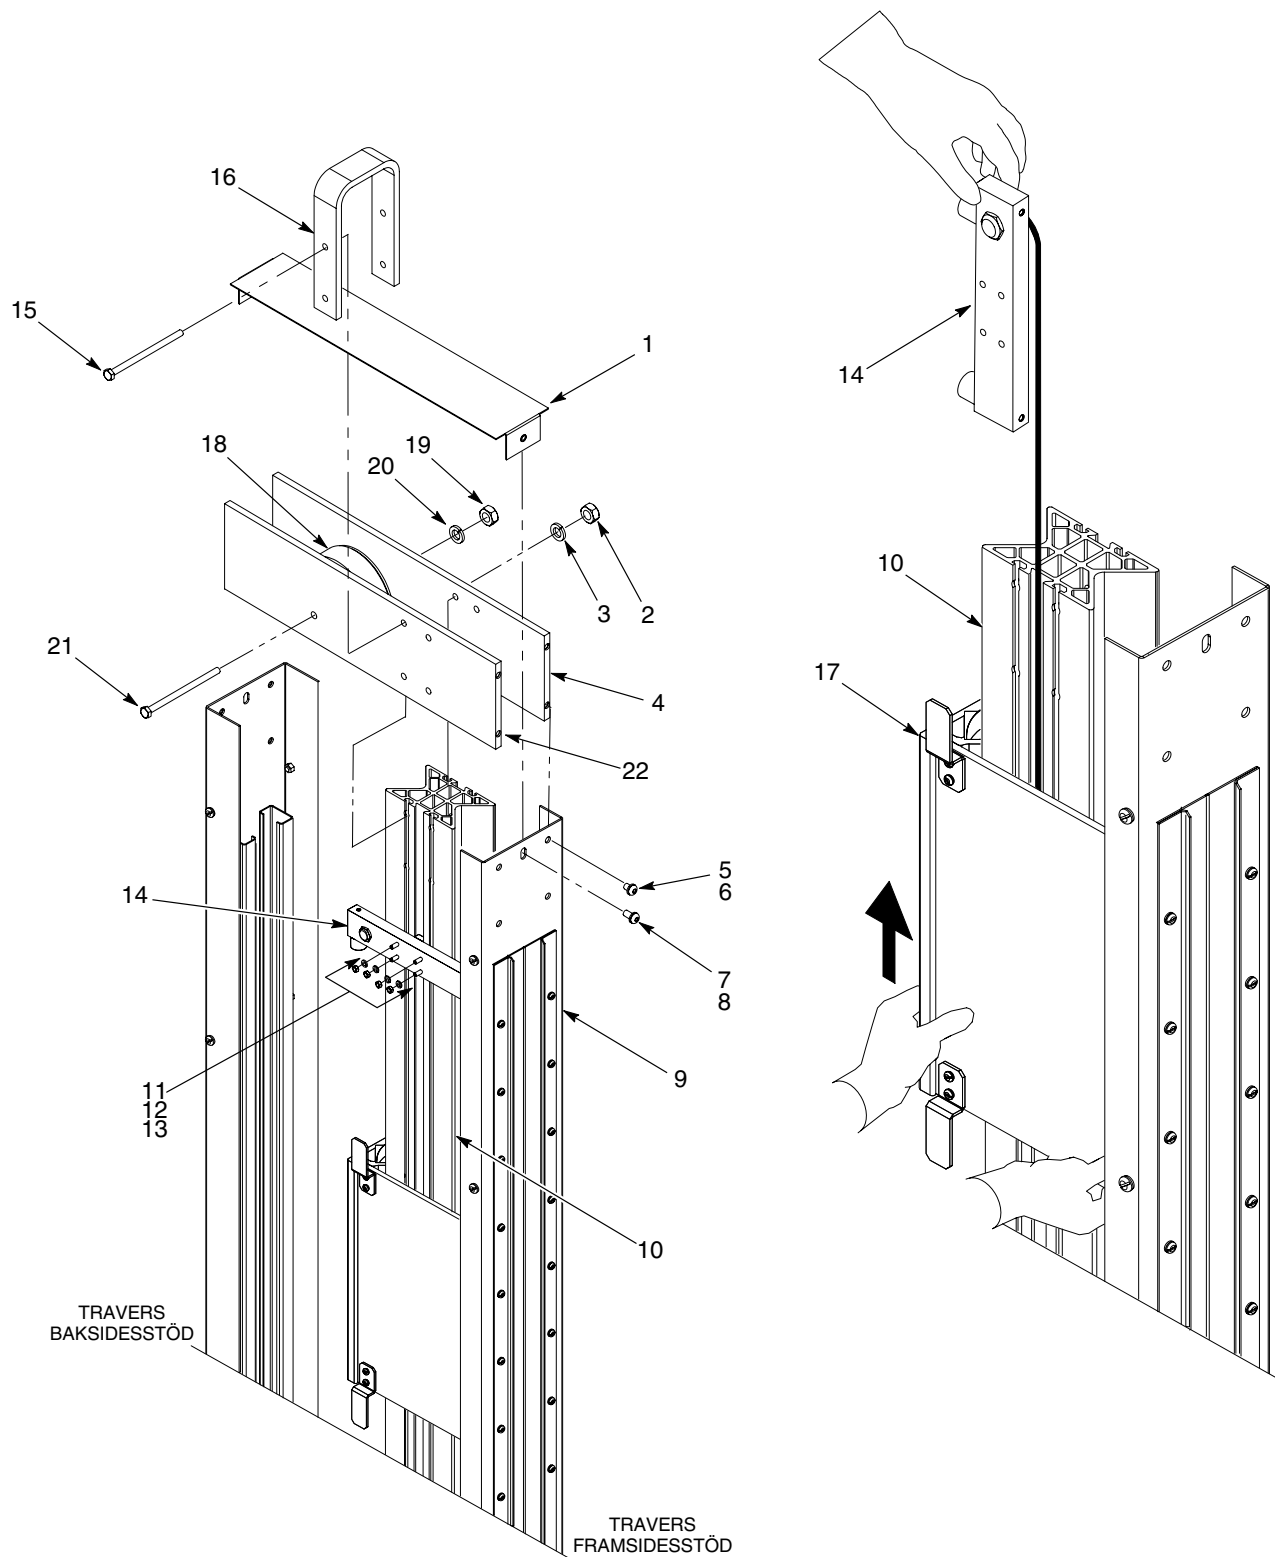

Bild 17 Montage av pistolvagnsdel
1. Se bild 17. Håll upp den övre stötdämpardelen (14) så som visas. Skjut försiktigt pistolvagnen (17) över stötdämpardelen tills att den gör kontakt med den nedre stötdämpardelen.
2. Montera den övre stötdämpardelen (14):
- a. Sätt i T-bultarna (13) i baksidan på den övre stötdämpardelen.
- b. Placera den övre stötdämpardelen på pistolvagnens spår (10), vid den markering som gjordes innan den demonterades.
- c. Sätt i T-bultarna (13) i pistolvagnens spår (10). Sätt på låsbrickorna (12) och muttrarna (11) på T-bultarna. Drag åt muttrarna ordentligt.
3. Montera sidoplåtarna (4, 22) på pistolvagnsspåret (10) med två skruvar (15), låsbrickor (3) och muttrar (2). Drag endast åt skruvarna fingerfast.
4. Sätt på den U-formade lyftögeln (16) på sidoplåtarna (4, 22) med hjälp av de andra två skruvarna (15), låsbrickor och muttrar (2). Drag endast åt skruvarna fingerfast.
5. Montera den övre länkrullsdelen (18) mellan sidoplåtarna (4, 22) med hjälp av skruven (21), låsbruckan (20) och muttern (20). Drag åt skruven ordentligt.
6. Drag åt alla skruvarna (15), låsbrickorna (3), och muttrarna (2) som fäster sidoplåtarna (22, 4) på pistolvagnsspåret (10).
7. Skruva fast sidoplåtarna (4, 22) på de främre och bakre traversstöden med skruvarna (5) och låsbrickorna (6). Drag åt skruvarna ordentligt.